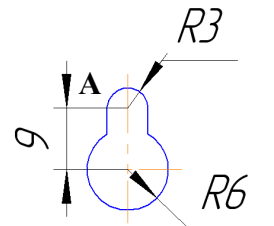
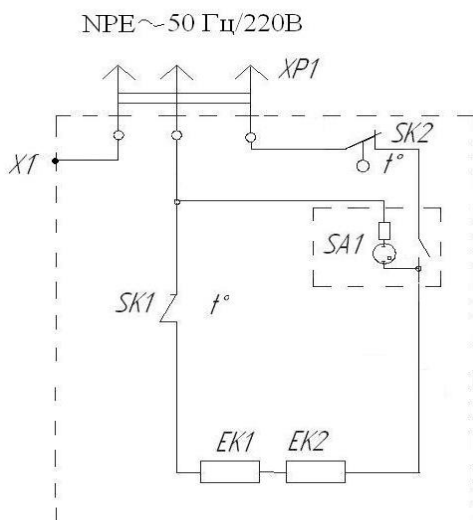
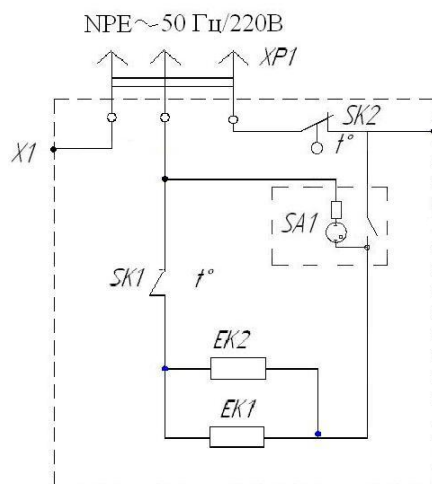

Рисунок 1 - Общий вид универсального конвектора
Рисунок 2 – Схема электрическая принципиальная ЭВУБ - 0,5н;
Рисунок 3 – Схема электрическая принципиальная ЭВУБ - 1.0н; ЭВУБ - 1.5н; ЭВУБ – 2.0н
5.1 Конвектор (рис. 1) представляет собой основание 1, на котором расположены два трубчатых оребренных электронагревательных элементов (ТЭНР)- на рисунке не показаны. В цепь питания нагревателей включены клавишные выключатели 4, расположенные на боковой поверхности основания, термовыключатель защиты от перегрева SK1 и биметаллический терморегулятор SK2 с ручкой 3 (см. рис. 2 и 3). Конвектор ЭВУБ-0,5н имеет один выключатель и последовательное соединение ТЭНР. Спереди устанавливается защитный кожух 2 с нижним креплением к основанию двумя саморезами.
Электрическая схема конвекторов на 0,5 кВт показана на рис. 2, для 1,0 и 1,5 кВт и 2 кВт – на рис. 3.
6.2 Для установки конвектора на стене, необходимо прикрепить кронштейны к задней стенке конвектора с помощью самонарезающих винтов (входят в комплект поставки) – см. рис. 1 (размер L). Деревянные стены должны иметь огнезащитную панель из листового металла с теплоизоляцией из минваты или базальтовых рулонных материалов.
6.3 Для напольного расположения конвектора необходимо внизу по краям основания 8 саморезами закрепить ножки – опоры 7 (входят в комплект поставки), см. рис. 1.